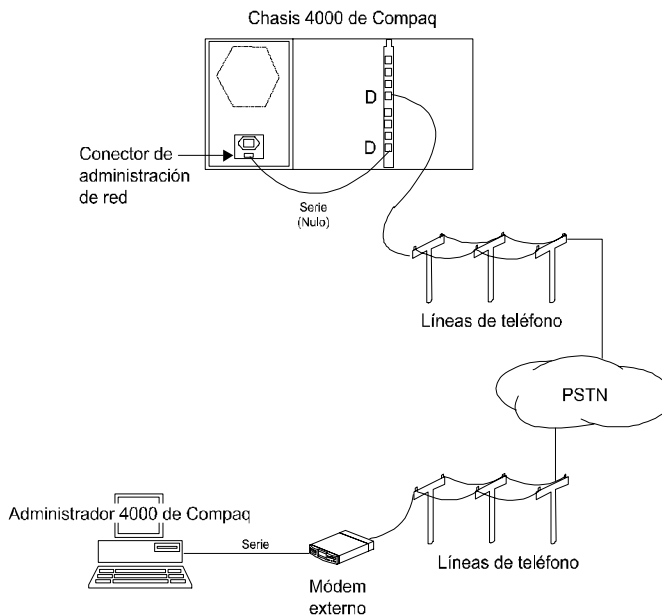

Figura 2-17. Conectar a un módem del chasis del 4000
3. Conecte un extremo de un cable serie de módem nulo(Compaq suministra con el chasis un adaptador de cable serie de módem nulo RJ45 a DB9 y un cable serie de módem nulo RJ45 a RJ45) al conector de administración de red situado en la parte posterior de la fuente de alimentación del chasis. Consulte la Figura 2-17.
4. Conecte el otro extremo de un cable serie de módem nulo a un conector serie estilo RJ45 del módem del 4000. Consulte la Figura 2-17.